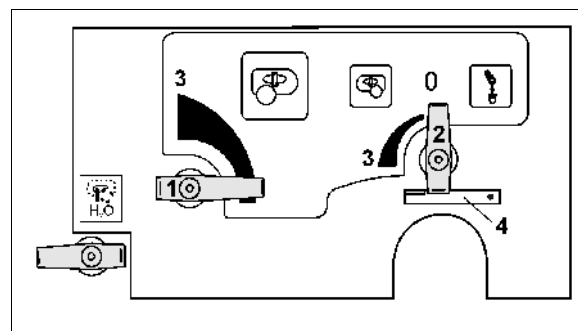

Fig. 44
- en el grifo regulador para el agitador principal (Fig. 44/1).
- en el grifo regulador para el agitador adicional (Fig. 44/2).
El respectivo agitador se desconecta en la posición 0 del grifo regulador. La mayor potencia de agitado se produce en la posición (Fig. 44/3).
Bloqueo para la función de descarga del filtro de presión (Fig. 44/4).